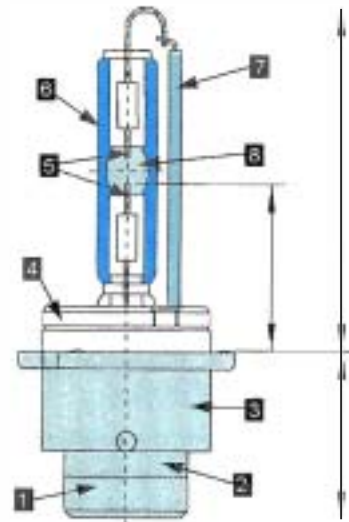

Figure 19.22 • Lampe type D₂ à décharge.
- lampes à décharge (D₂, figure 19.22).